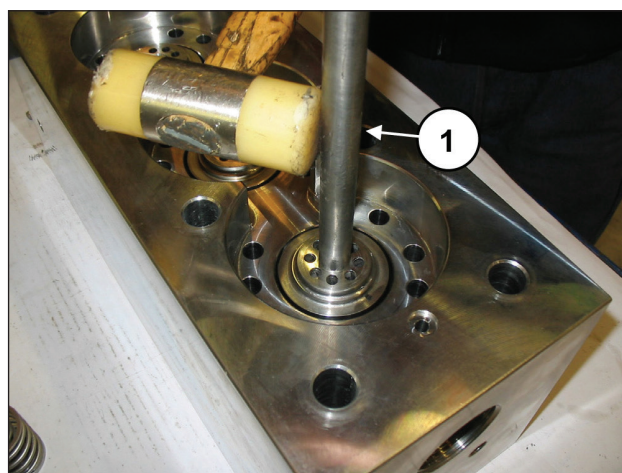

Fig. 104
Si las sedes de la válvula están bloqueadas en la cabeza debido a los depósitos de cal o al óxido, desbloquearlas introduciendo la herramienta adecuada (cód. 034300020) en el orificio de envío (pos. ①, Fig. 104).